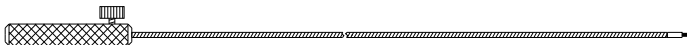

Fig.7 Levering kabel
- 5) Leverings kabel (valgfrit) (Fig. 7)